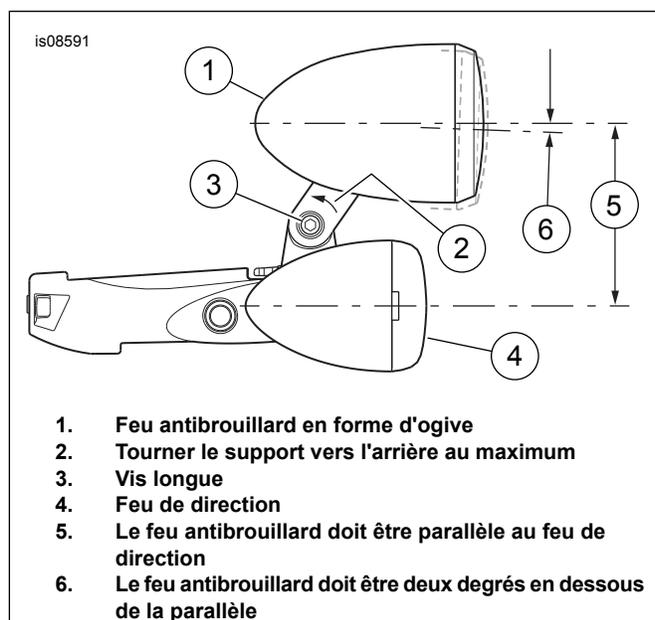
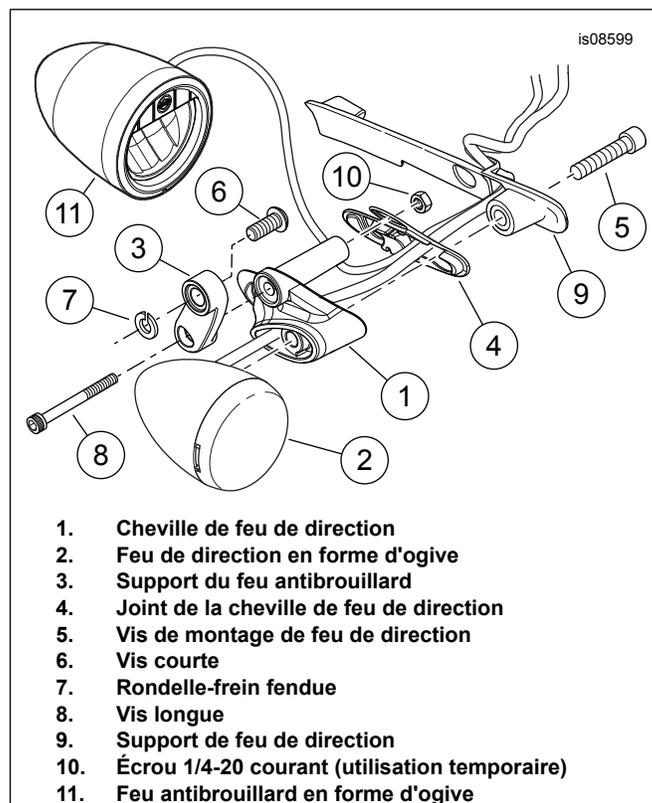

Figure 3. Alignement de feu antibrouillard
Figure 4. Montage temporaire du feu (côté droit illustré)
Voir Figure 3. En raison de l'accès difficile aux vis de montage, les feux antibrouillard (1) **DOIVENT** être alignés avant la pose finale.
- Voir Figure 4. Prendre la cheville de feu de direction (1) et le joint (4) du côté correct dans ce kit. Prendre le feu antibrouillard du côté correct (11) dans le **Kit de feu antibrouillard en forme d'ogive à DÉL**. Prendre le feu de direction (2), la vis (5) et le support de feu de direction du côté correct (9) d'origine déposés précédemment.
- Monter temporairement le feu de direction (2), le joint (4), la cheville (1) et le support (9) avec la vis (5). Bien serrer.
6. Prendre un support de feu antibrouillard (3), une vis longue (8) et un écrou courant de 1/4-20 (10, non fourni). Fixer temporairement le support sur la cheville avec la vis et l'écrou. Tourner le support de feu antibrouillard vers l'arrière au maximum (voir Figure 3, article 2). Serrer suffisamment la vis et l'écrou.
7. Voir Figure 4. Prendre la vis courte (6) et la rondelle-frein fendue (7) du kit .
8. Insérer la vis dans le support du feu antibrouillard (3) comme indiqué. Placer la rondelle-frein (7) dans le contre-alésage du support, sur les filets de vis. Appliquer quelques gouttes de Loctite 243 (bleu) sur les filets **propres** de la vis. Visser la vis dans le feu antibrouillard, sans serrer complètement.
9. Voir Figure 3. Aligner le feu antibrouillard (1) parallèlement au feu de direction (4). Serrer la vis du feu antibrouillard conformément aux instructions du kit du feu antibrouillard.
1. Voir Figure 4. Déposer la vis de feu de direction (5) et le support (9) d'un ensemble de feu et de cheville.